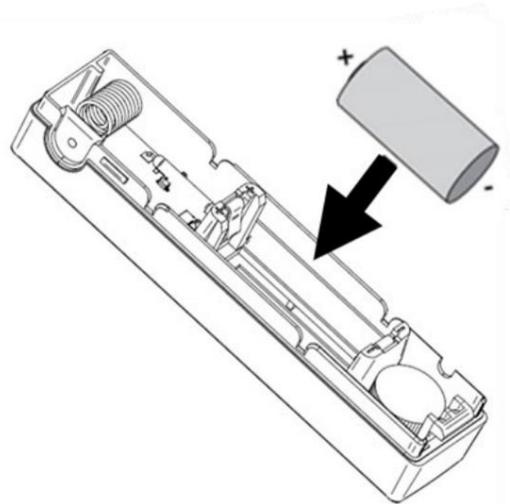

Figura 3
5. Posizionare una batteria come indicato nella Figura 3 e attendere finché il LED rosso/verde smette di lampeggiare.